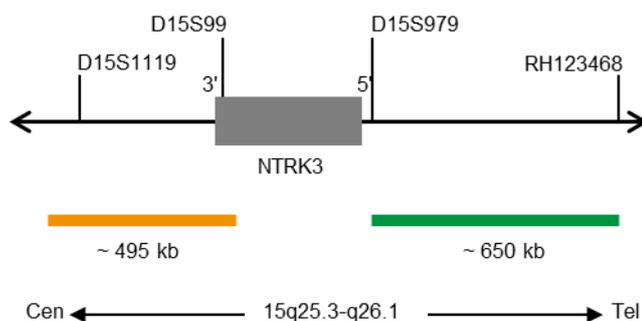

Fig. 1: SPEC NTRK3 Mapa da sonda (não à escala)
- Polinucleótidos marcados com ZyGreen (excitação 503 nm/emissão 528 nm) (~10 ng/ μ l), que têm como alvo sequências mapeadas em 15q25.3-q26.1* (chr15:88,825,346-89,475,889) distal à região do ponto de quebra NTRK3 (ver Fig. 1).
- Polinucleótidos marcados com ZyOrange (excitação 547 nm/emissão 572 nm) (~4,5 ng/ μ l), que têm como alvo sequências mapeadas em 15q25.3* (chr15:87,976,717-88,471,002) proximais à região do ponto de quebra NTRK3 (ver Fig. 1).